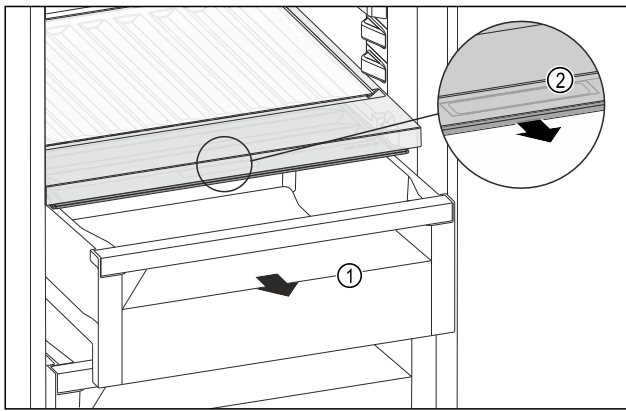

Fig. 146
- ▶ 拉出抽屉 Fig. 146 (1)。
- ▶ 抓住抽屉盖上的内嵌式拉手 Fig. 146 (2)，并同时向前拉出抽屉盖。